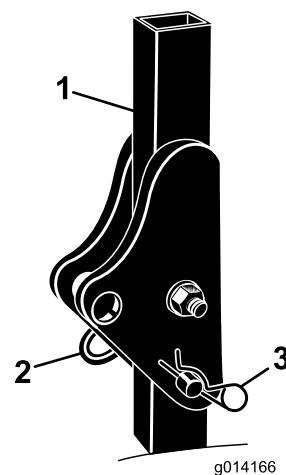

Bild 5
1. Nehmen Sie die Splints und die beiden Stifte vom Überrollbügel ab (Bild 5).
2. Richten Sie den Überrollbügel ganz auf und setzen Sie die beiden Stifte ein. Befestigen Sie die Stifte mit den Splints (Bild 5).